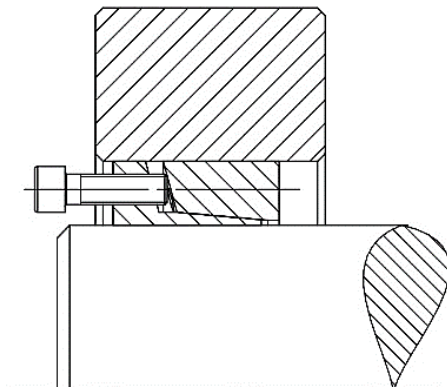
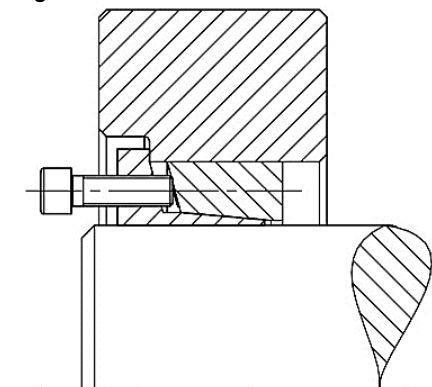

Fig. 9
Fig. 10
- II. No anel frontal há algumas roscas nas quais deverão ser introduzidos os parafusos adjacentes a elas. Ao serem apertados, os parafusos sacarão o anel frontal, afrouxando a conexão (vide Fig. 9 e Fig. 10).